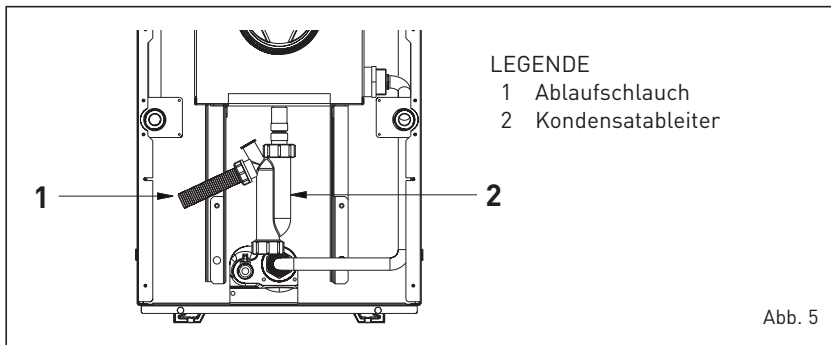

Abb. 5
1.7 MONTAGE DES GEHÄUSES (Abb. 5/a - Abb. 5/b)